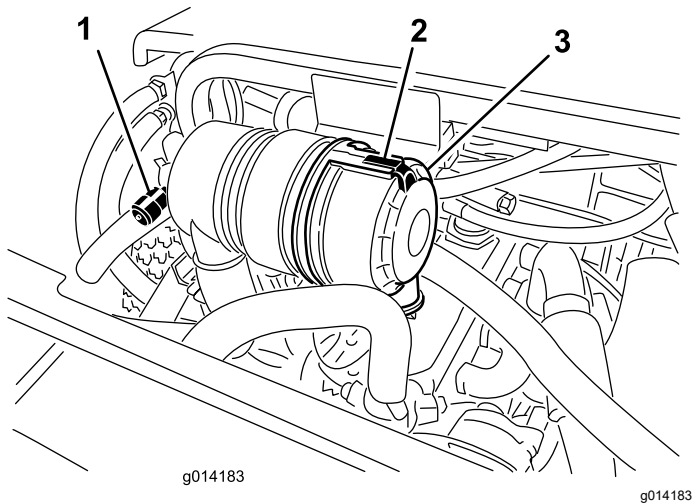

Figura 30
Revise el filtro del limpiador de aire únicamente cuando el indicador de mantenimiento (Figura 30) lo requiera. El cambiar el filtro antes de que sea necesario sólo aumenta la posibilidad de que entre suciedad en el motor al retirar el filtro.
1. Abra el enganche que sujeta la tapa del limpiador de aire a la carcasa del limpiador de aire (Figura 30).